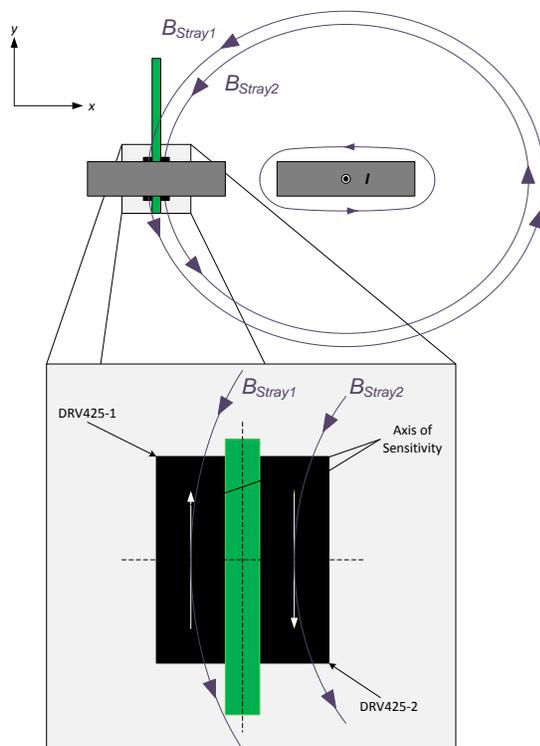

图 3. 杂散场
1. y 轴中的大杂散磁场。如图 3 中所示。在将该杂散削减掉之前，每个 DRV425 器件都能够感测到完整的杂散磁场幅度。虽然 2 个 DRV425 器件的差异可能较小，但可能会存在一个甚至是两个 DRV425 器件感测到的总磁场都超过 2mT 磁场范围限值的情况。这会导致无效的测量。由于磁场强度与距离成反比，因此需要在系统级评估与杂散场源（如另一个汇流条）的距离，以确保任一 DRV425 都不会发生饱和情况。